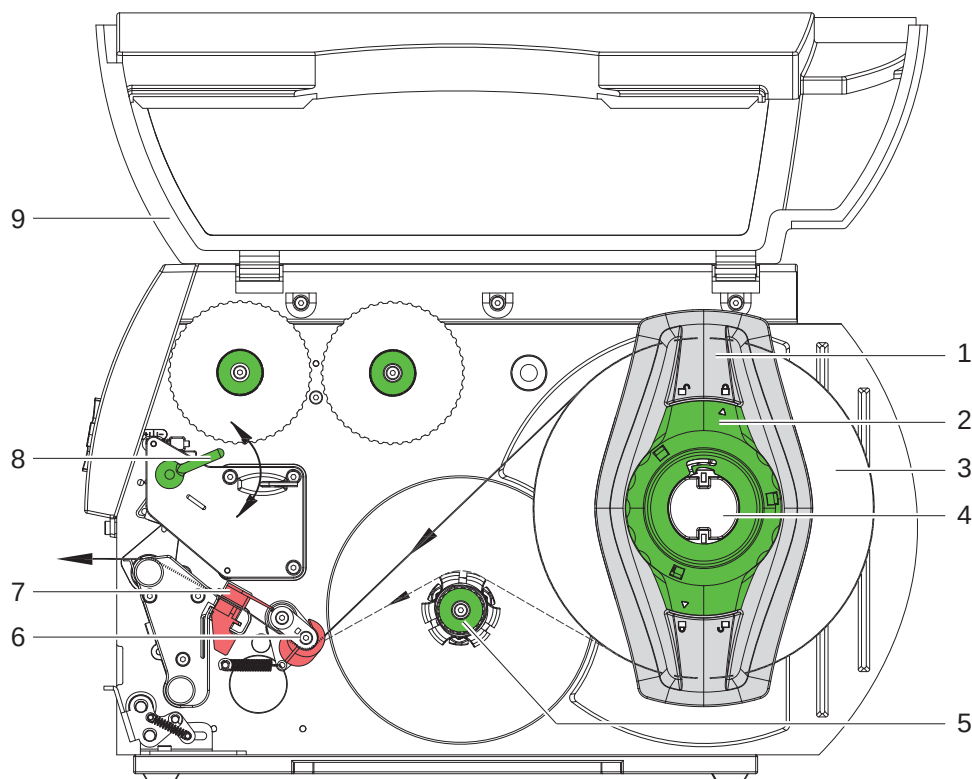

Bild 7 Sätta i rulletiketter
- Vrid spaken (Bild 7, pos. 8) medurs för att låsa skriverhuvudet.